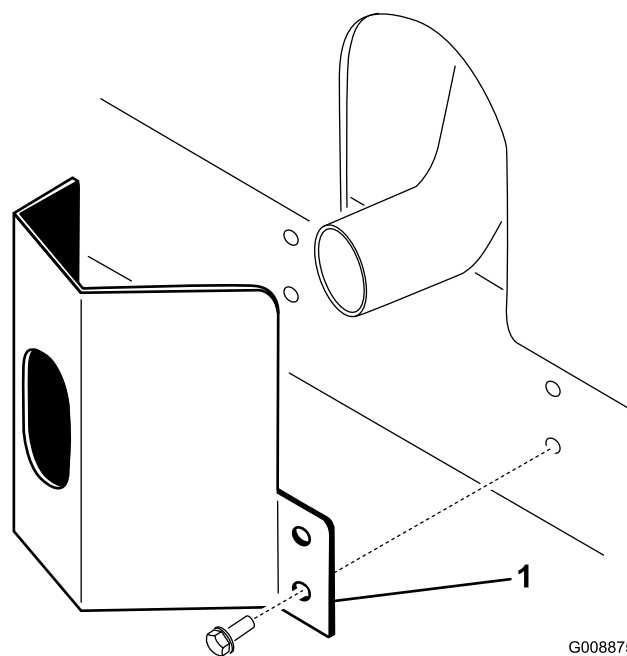

Figura 10
1. Collocare la protezione della marmitta attorno al silenziatore, allineando contemporaneamente i fori di fissaggio con i fori nel telaio (Figura 10).
2. Fissate la protezione della marmitta sul telaio con quattro viti autofilettanti (Figura 10).